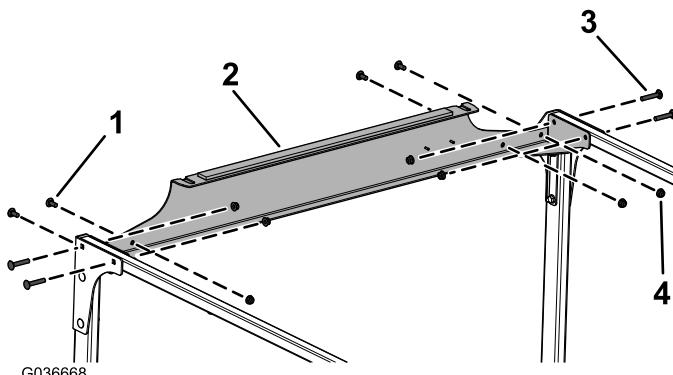

图10
9. 如图10 所示, 用 4 个托架螺栓 (5/16 x 1-3/4 英寸) 和 8 个凸缘螺母 (5/16 英寸) 将后交联松松地安装到交联管和后安装板上。